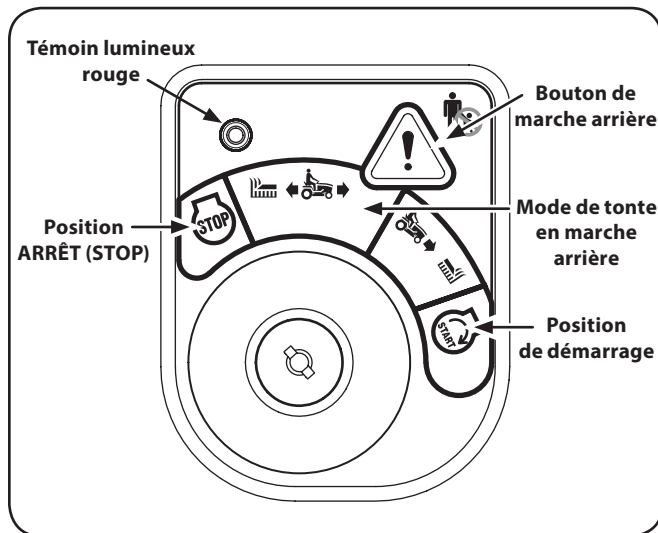

Figure 5-1
2. Tournez la clé de la position de tonte normale (en vert) à la position de tonte en marche arrière (en jaune) sur le module du commutateur d'allumage. Voir Figure 5-1.
3. Appuyez sur le bouton de marche arrière  situé dans le coin supérieur droit du module de commutateur d'allumage. Le témoin lumineux rouge dans le coin supérieur gauche du module s'allume lorsque le bouton de marche arrière est activé. Voir Figure 5-1.